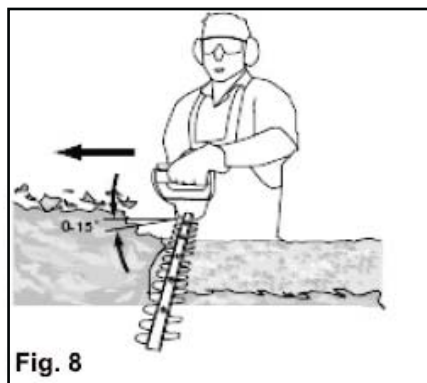

Fig. 8
6. Après la taille des côtés, passer à la partie supérieure (voir Fig. 8). Essayer de maintenir le dispositif de coupe incliné à environ 15° de la surface de coupe.
7. Couper en plusieurs étapes si la zone de coupe est particulièrement longue afin d'obtenir un meilleur résultat. Les petits débris de coupe facilitent le compostage. Après la taille des côtés, passer à la partie supérieure (voir Fig. 8). Essayer de maintenir le dispositif de coupe incliné à environ 15° de la surface de coupe.